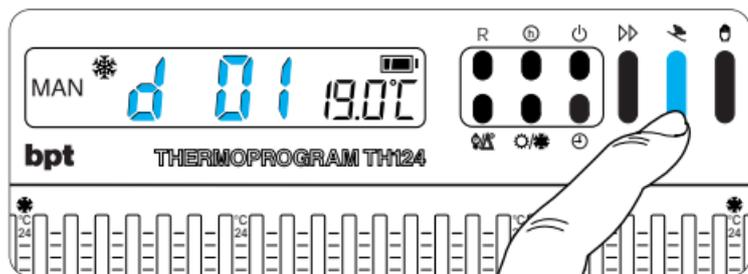

Fig. 31
9.5 - Premere due volte il pulsante  (fig. 31). Sul display, al posto dell'indicazione dell'ora corrente, compare la scritta **d01**.